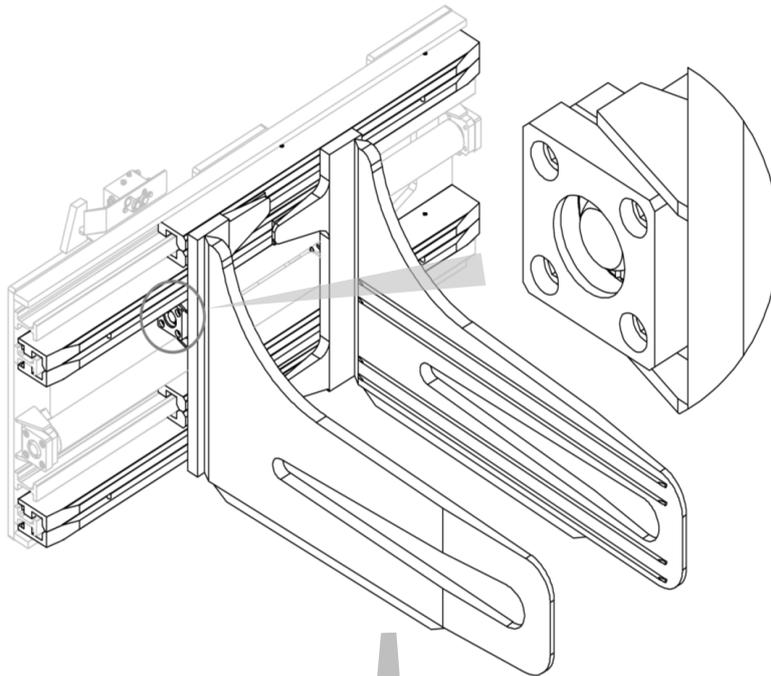
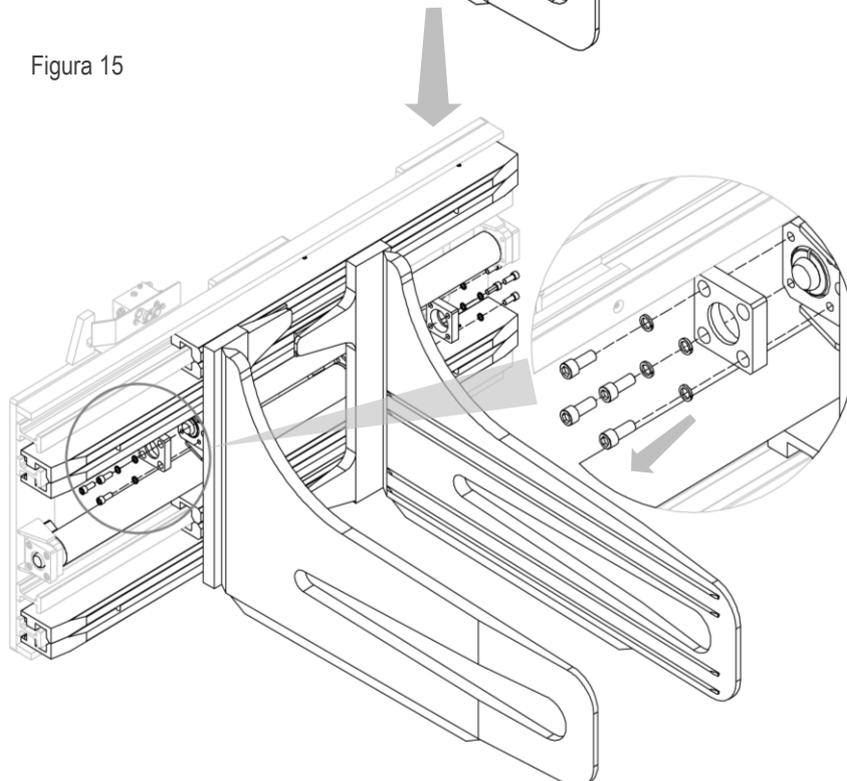

Figura 15
Figura 16
2. Rimuovere le controflange, con le relative viti e rosette elastiche, che vincolano le ganasce ai cilindri (vedi *Figura 15* e *Figura 16*).